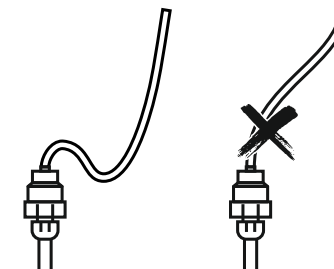

Рис. 3. Монтаж кабеля с петлей
- Рекомендуется монтировать кабель, организовав петлю, во избежание стекания большого количества воды по кабелю на корпус датчика. См. рис. 3.